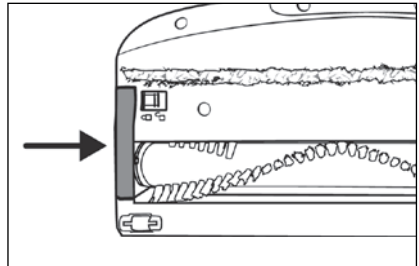

Fig. 32
- 6) Sæt børsterulleholderen **20** ind i gulvbørsten **22** igen. Tryk den ned, indtil den klikker hørbart på plads i gulvbørsten **22** (se fig. 32).